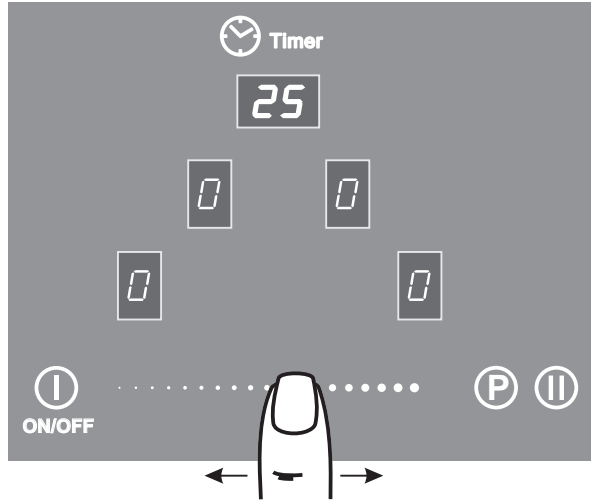

Рис.28
3. Перемещая палец по зоне ④ задать время работы конфорки (рис. 28).